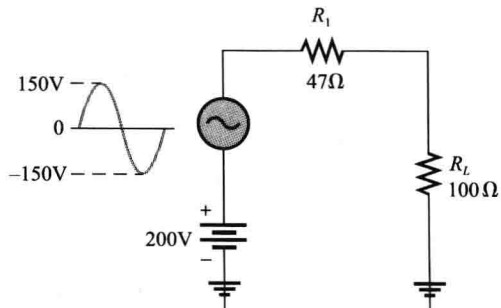

图 8-83
49. 图 8-83 显示一个正弦电压源与直流电源串联, 两个电压有效叠加, 试画出 R_L 两端的总电压, 求流过 R_L 的最大电流和 R_L 两端的平均电压。